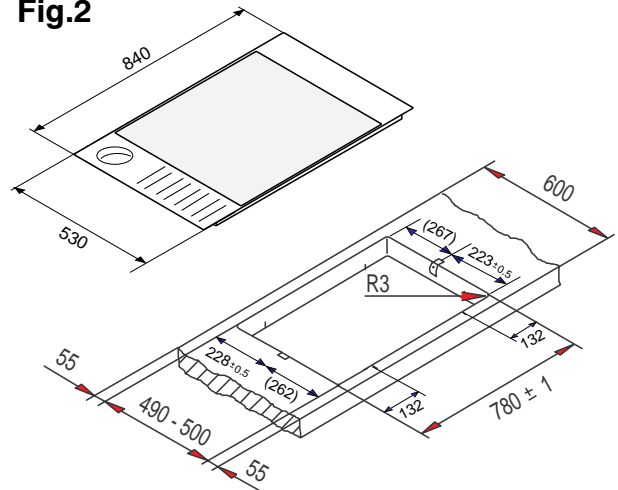

Fig.3
6. Klemmen mit der Abdeckung verspannen (**Fig.3**).